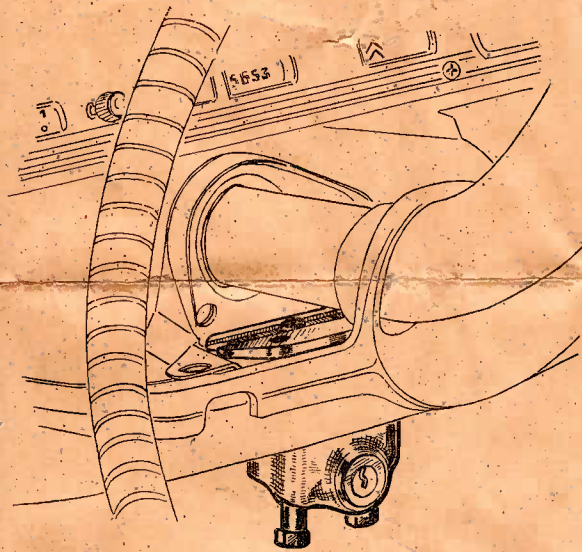

Fig. 1
A. — POSITIONNEMENT DE L'ANTIVOL (Schéma Fig. 1).